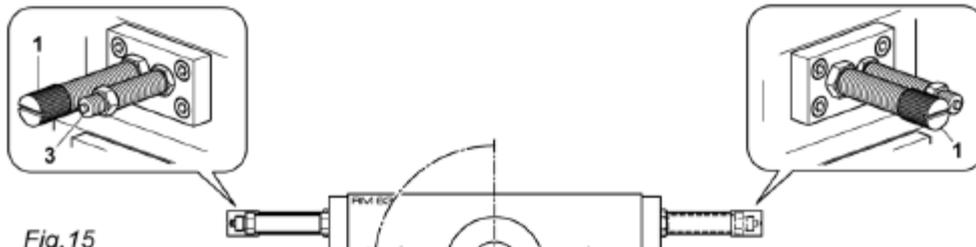

Fig. 15
1. Dévisser l'amortisseur (1).
2. Pressuriser (P1). L'arbre de pignon (2) pivote dans le sens opposé des aiguilles d'une montre jusqu'à la butée de la vis d'arrêt (3) (Fig.15).